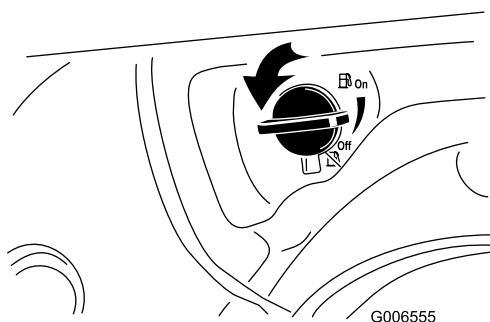

**Figure 19**
3. Insérez la clé de contact dans le commutateur d'allumage (Figure 19).